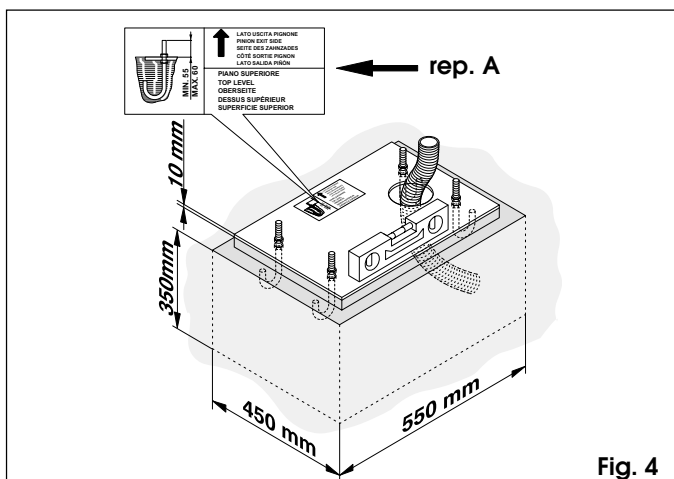

Fig. 4
- 1) La plaque de fondation à sceller doit être impérativement positionnée comme indiqué fig. 4.
- 2) Assembler la plaque de fondation comme indiqué fig. 4 rep. A.
- 3) Réaliser un coffrage comme indiqué fig. 4 et sceller la plaque de fondation en prévoyant un ou plusieurs fourreaux pour le passage des câbles. Vérifier l'horizontalité parfaite de la plaque à l'aide d'un niveau à bulle. Attendre que le ciment soit pris.